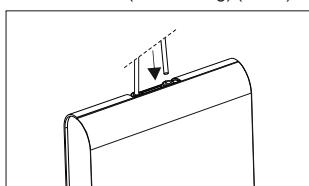

Bild 2 Anchluss des Montageschlauchs an den Ausgang des Systems [OUT]
- 6) Das andere Ende des Schlauchs an den Ausgang des Systems [OUT] anschließen (weißer Ring) (Bild 2).